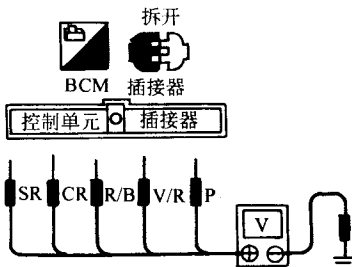
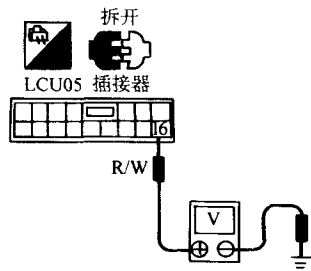

图 3-30 测量 BCM 电源不同电压
图 3-32 测量 BCM 电源不同电压
(1) BCM 电源电路的检测。BCM 电源电路的检测按图 3-30 ~ 图 3-32，用电压表分别检测 BCM 及 LCU01 ~ LCU05 相应端子在点火开关处于不同位置时与搭铁之间的电压，具体端子与检测电压情况如表 3-10 所示。